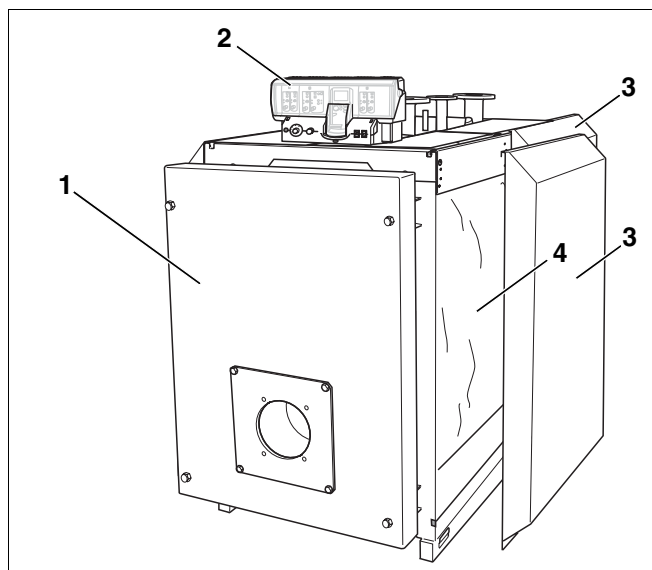

Рис. 1 Специальные отопительные котлы Logano S635/S735 на дизельном/газовом топливе
- Блок котла (рис. 1, **поз. 1**).
- Обшивка котла (облицовка, рис. 1, **поз. 3**), теплоизоляция (рис. 1, **поз. 4**).
- Система управления (рис. 1, **поз. 2**)